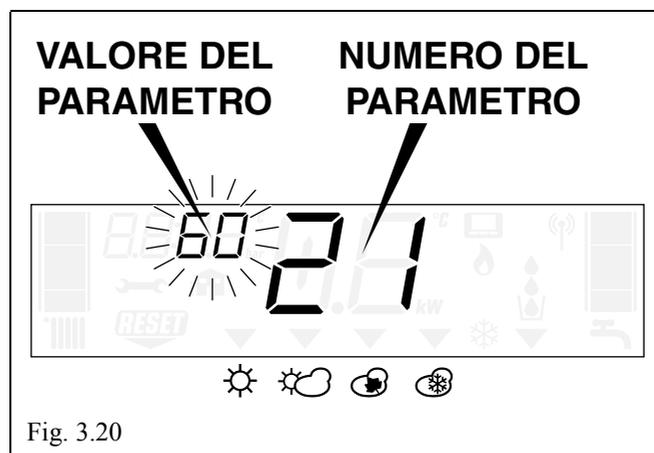

Fig. 3.20
- alla pressione del tasto ENTER lampeggia il valore precedentemente impostato (FIG. 3.20);